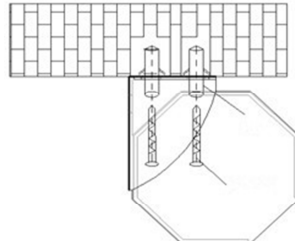

Fig.5
2. Dübel einsetzen und die Schrauben festziehen (Fig. 5).